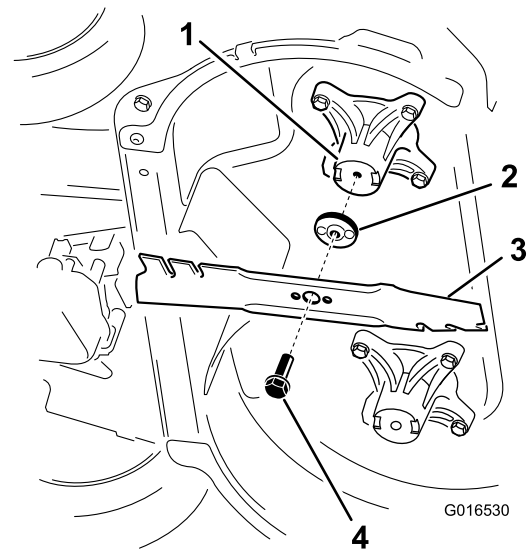

Figura 44
2. Retire cada cuchilla, como se muestra en la Figura 44.
1. Instale la primera cuchilla en posición horizontal, junto con todos los herrajes de montaje, según se muestra en Figura 44.